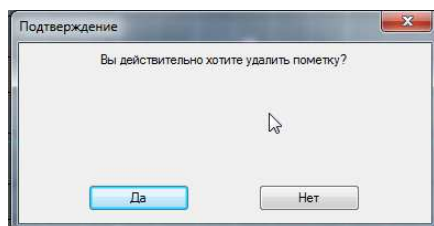

Рис.80. Окно подтверждения удаления
2. Появится окно «Подтверждение» (см. рис. 80).